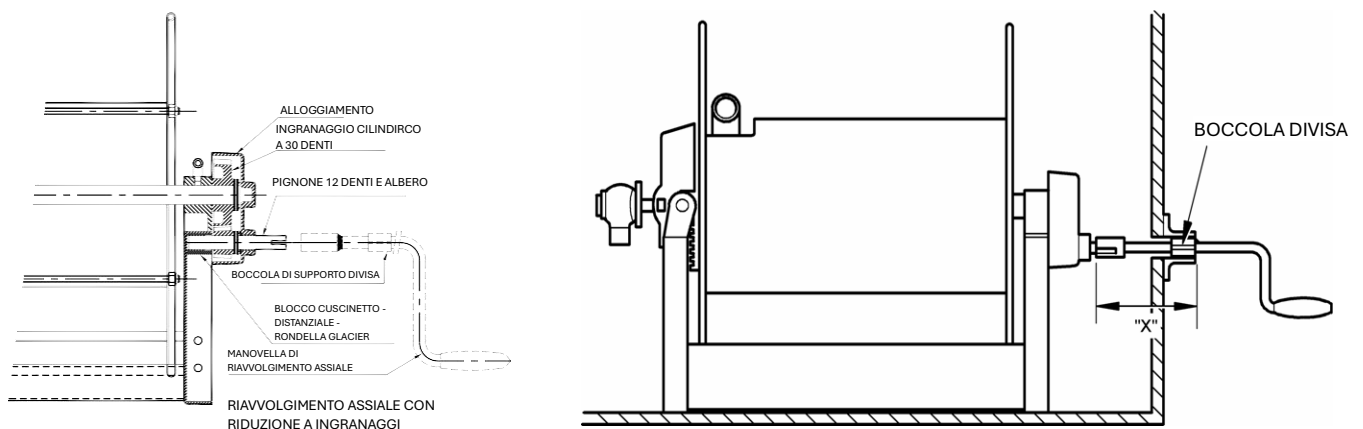

Figura 6 - Avvolgitubo con riavvolgimento assiale con riduzione a ingranaggi
- 4.3.1.1 Inserire completamente la manovella di riavvolgimento e posizionare la boccola divisa come mostrato in **Figura 6 - Avvolgitubo con riavvolgimento assiale con riduzione a ingranaggi** sotto.